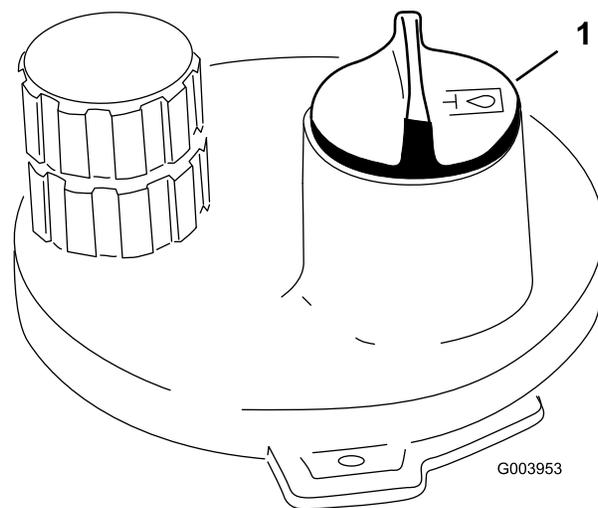

Figura 35
3. Limpe a zona em redor do tubo de enchimento e da tampa do depósito hidráulico (Figura 35). Retire a tampa do tubo de enchimento.